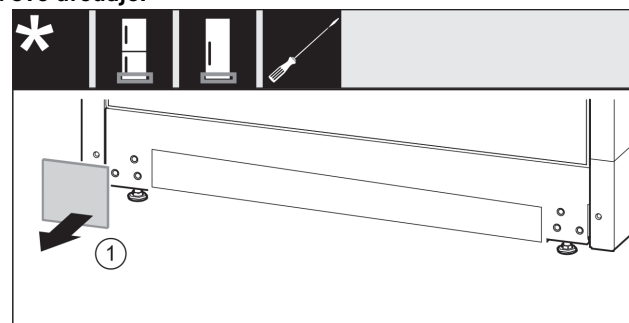

Fig. 19
- Skinite poklopac Fig. 19 (1).